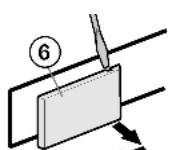

Fig. 6
- Griffseitige Abdeckung Fig. 6 (6) mit Hilfe eines Schraubendrehers lösen und nach außen abnehmen.